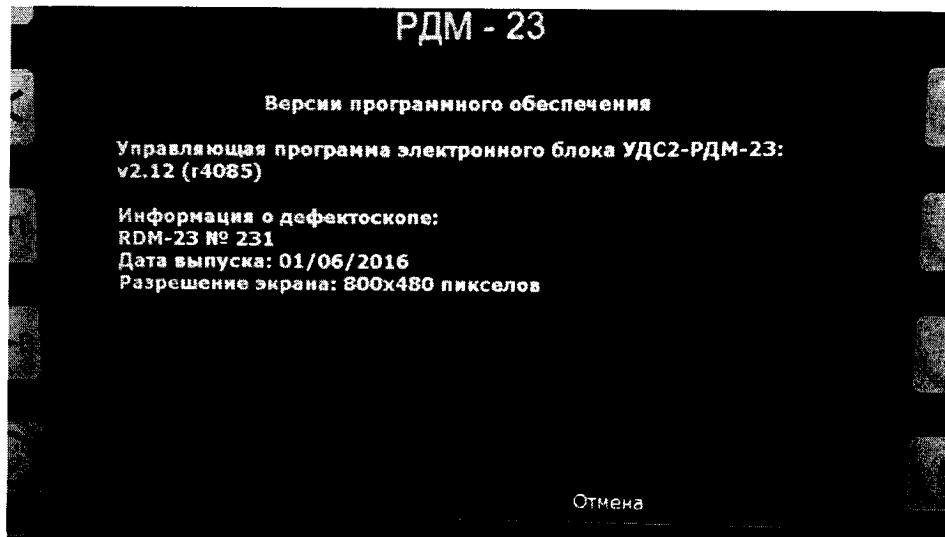

Рисунок 3.
- 8.2.5 В информационном окне считать наименование и номер версии ПО (Рисунок 3).